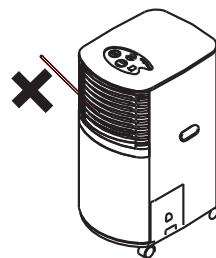

fig. 2
- No tapar o bloquear las cubiertas de las aberturas de ventilación del aparato (fig. 2).